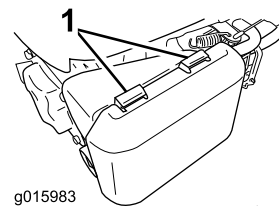

Figura 22
1. Apăsai în jos urechile de blocare din partea de sus a capacului filtrului de aer (Figura 22).